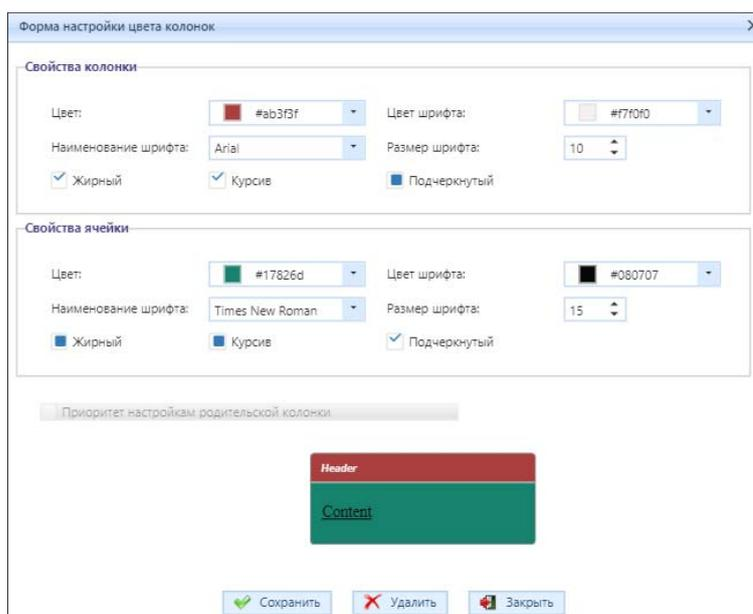

Рисунок 4.7.38 – Интерфейс формы настройки цвета колонок
Функциями кнопки (2) «Палитра» на рис. 4.7.35 можно воспользоваться после нажатия на наименование колонки (рис. 4.7.38).
колонок. Как показано на рис. 4.7.38, можно задать цвет колонки и параметры шрифта внутри колонки. Также можно задать в этом же окне цвет ячейки и параметры шрифта в ячейке.